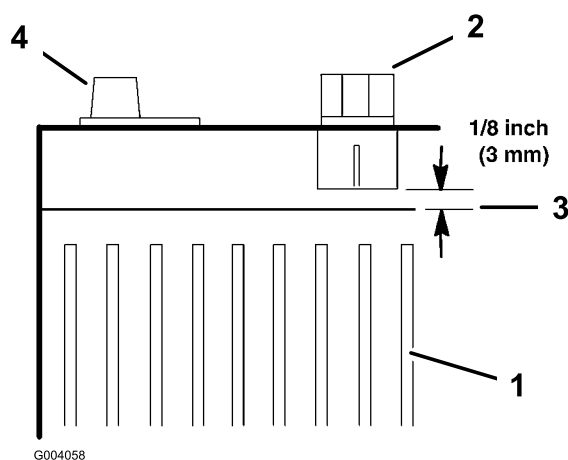

Figura 37
7. Acrescente água destilada de modo a que o nível da solução electrolítica fique a 3 mm do topo de cada cavidade (Figura 37).